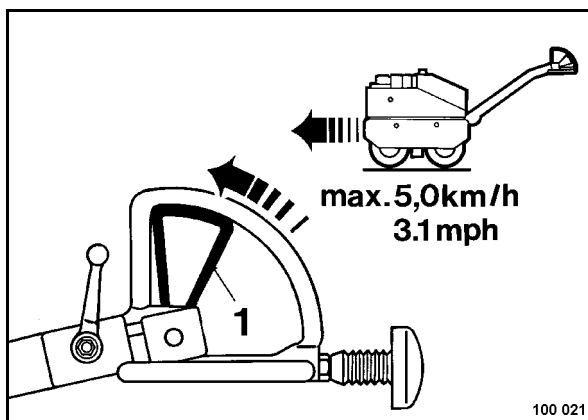

Fig. 28
- Mover la palanca (1) (Fig. 28) poco a poco hacia delante; la máquina acelera continuamente hacia delante.